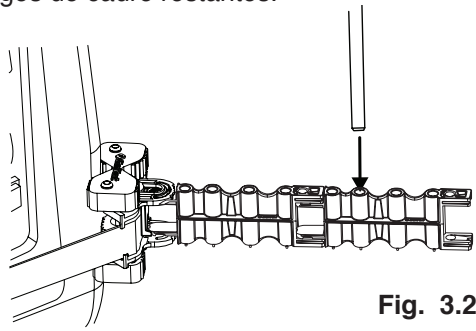

Fig. 3.2
- c. Insérez complètement l'autre extrémité de la tige du cadre dans le trou du bras d'extension correspondant aux emplacements pré-mesurés. (Fig. 3.2)
- f. Vérifiez les bras d'extension ; les tiges du cadre doivent être entièrement insérées dans les trous des tiges du cadre. (Fig. 3.2) Les bras d'extension présenteront une légère inclinaison vers le haut ; cela est dû à la force qui leur est appliquée par les tiges en fibre de verre.